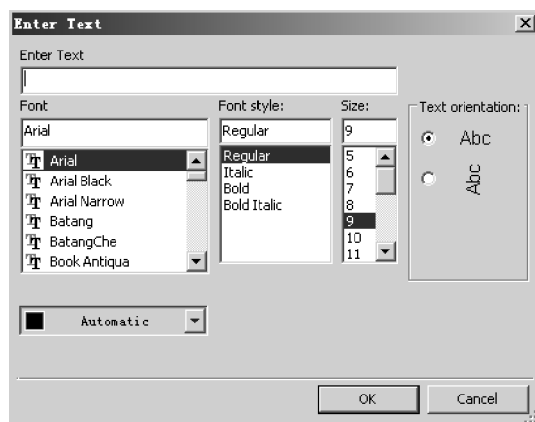

图 2-49 Enter Text (输入文字) 对话框
(3) 单击画图工具栏中按钮，在设计区域按虚线方框大小绘制矩形。
(4) 单击画图工具栏中按钮，在矩形中画出一个▷。
(5) 单击画图工具栏中按钮，弹出 Enter Text (输入文字) 对话框，如图 2-49 所示。